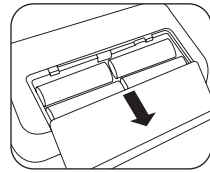

Fig. 1
- Abra o compartimento das pilhas na parte de baixo do dispositivo (ver a Fig. 1). Coloque as pilhas (ver o Capítulo 13). Preste atenção à polaridade correta (+ e -) ao inserir as pilhas. Feche a tampa das pilhas. O dispositivo muda automaticamente para a função de data/hora e, quando utilizado pela primeira vez, o visor apresenta o número "31" para o dia e "12" para o mês. A data fixada é, portanto, 31 de dezembro. Defina a data e a hora como descrito a seguir.